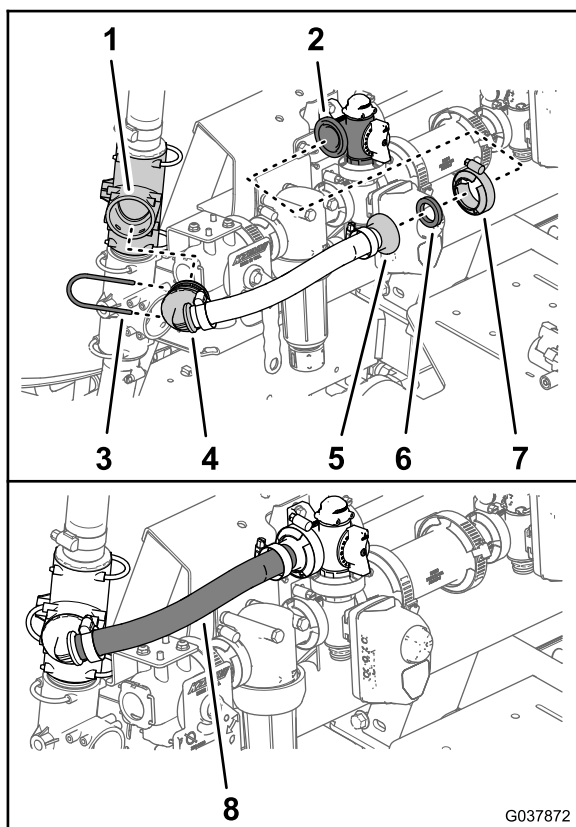

Figura 69
- Monte a união estriada a 90° da tubagem da distribuição da agitação na união em T superior (Figura 69) com o retentor que retirou no passo 2 de Retirar os tubos da distribuição da agitação e fornecimento do pulverizador (página 17).